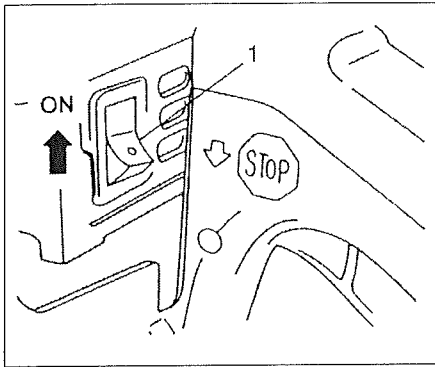

Fig. 2-2
En Starting cold engine (Fig. 2-2, 2B, 3, 4, 4B)
1. Set ignition switch (1) to ON position. (Fig. 2-2)
Fr Démarrage du moteur à froid (Fig. 2-2, 2B, 3, 4, 4B)
1. Placez le commutateur d'arrêt (1) en position "marche" (ON). (Fig. 2-2)
1. Spostare l'interruttore di accensione (1) su ON. (Fig. 2-2)
- Den Zündschalter (1) auf ON stellen. (Fig. 2-2)
- Fijar la llave de ignición (1) en la posición ON (encendida). (Fig. 2-2)